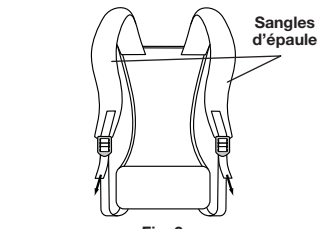

Fig. 2
2. Tirez sur les brides des sangles pour serrer ces dernières (Fig. 2).